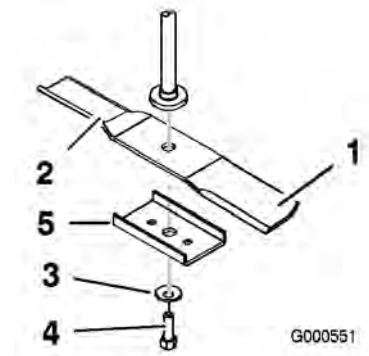

Figure 42
Tenez la lame à son extrémité avec un chiffon ou un gant épais. Enlevez de l'axe, le boulon, la rondelle bombée, le renfort (plateaux de 52 pouces uniquement) et la lame (Figure 42).
1. Montez la lame sur l'axe de pivot (plateaux de 52 pouces uniquement) comme illustré (Figure 42).
2. Montez la rondelle bombée (face concave vers la lame) et le boulon de lame (Figure 42). Serrez le boulon à 47-88 Nm.